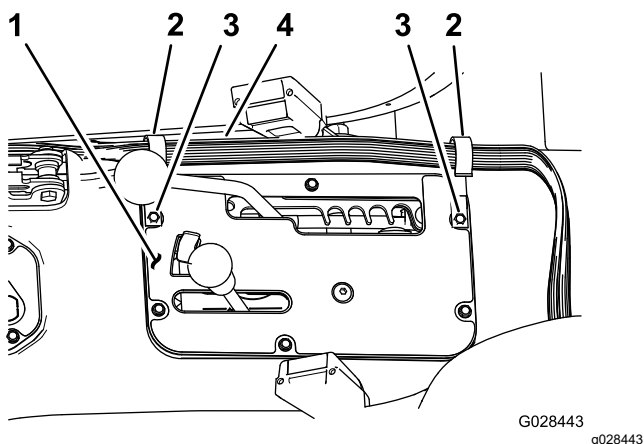

Figura 21
1. Instalai 2 cleme J în consola de comandă, la punctele situate în Figura 20 sau Figura 21, folosind uruburile existente.